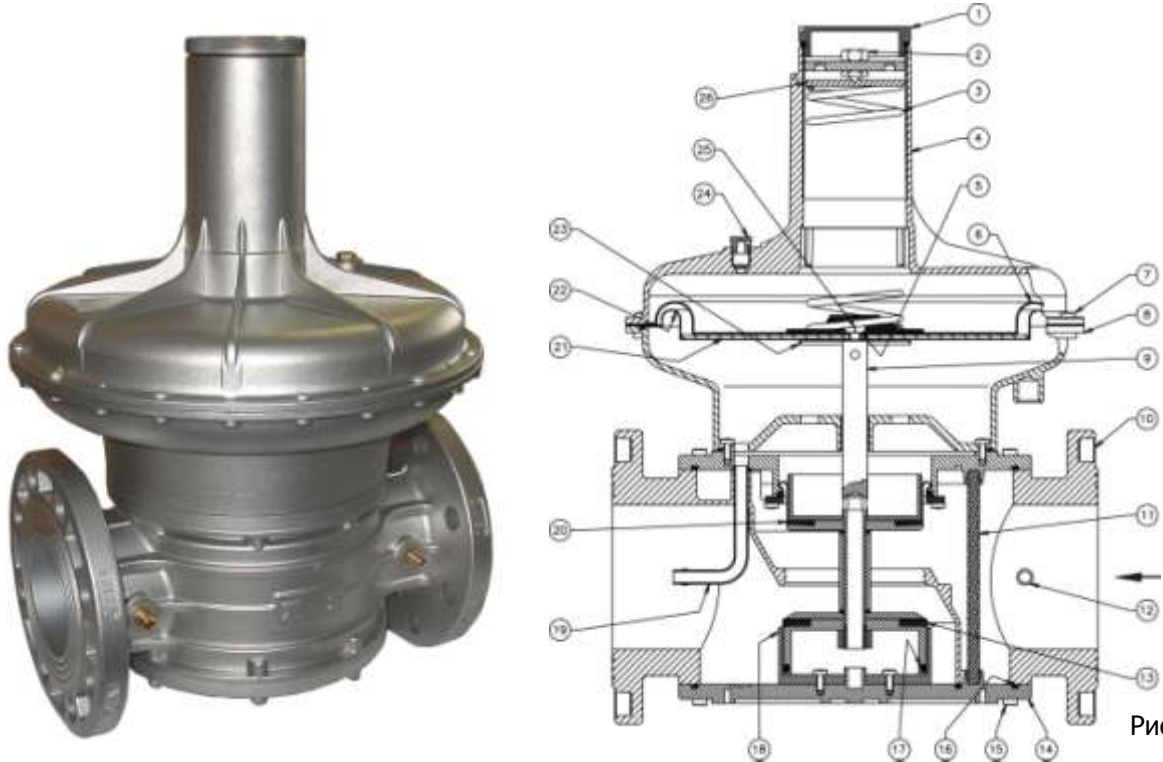

Рис. 3
Регулятор (рис. 3) состоит из: колпачок (1); регулировочный винт (2); пружина регулирования исходящего давления (3); раструб (4); зубчатая шайба (5); предохранительная мембрана (6); винты крепления раструба (7); фланец (8); центральный штифт (9); корпус (10); фильтрующий элемент (11); штуцер для отбора давления (12); уплотняющая прокладка (13); нижняя панель (14); винты крепления нижней панели (15); нижнее уплотнительное кольцо (16); тефлоновое кольцо (17); седло (18); встроенный импульс (19); компенсационная мембрана (20); верхний диск мембраны (21); рабочая мембрана (22); нижний диск мембраны (23); пылезащитный колпачок (24); центральная гайка (25), шайба пружины (26).